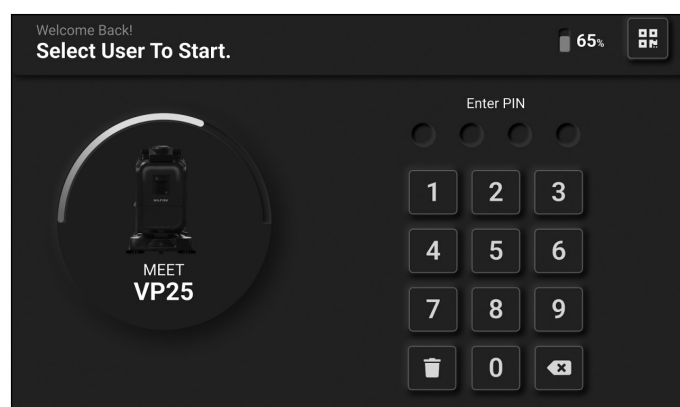

Figure 22
2. Entrez votre code PIN (**Fig. 22**).